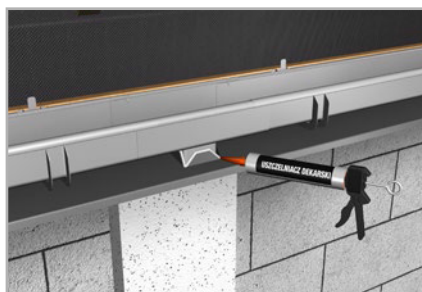

fig. 18
3.20 Locurile de trecere a mufei, a bazei sau a cotului prin centura de sub jgheab se etanșează folosind cleiul din oferta Galeco **(fig. 18)**